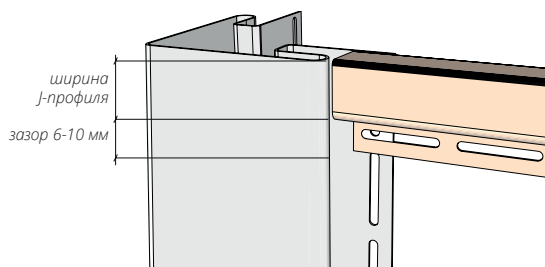

Рисунок 24
11.5 На тыльной части угла делаем вырез равный ширине лицевой планки J-профиля универсального 7/8, плюс зазор 6-10 мм (Рис. 24, 25).